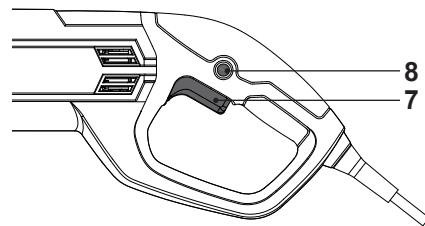

Fig. 5
- > Encienda el producto presionando el interruptor de Encendido/Apagado (7) (Fig. 5).
- > Apague el producto soltando el interruptor de Encendido/Apagado (7) (Fig. 5).
- > Encienda el producto presionando el interruptor de Encendido/Apagado (7) y manténgalo presionado (Fig. 5).
- > Presione el botón de bloqueo (8) para bloquear el interruptor de Encendido/Apagado (7) (Fig. 5).
- > Suelte el botón de bloqueo (8) y el interruptor de Encendido/Apagado (7). El interruptor de Encendido/Apagado estará ahora bloqueado para un uso en continuo.
- > Presione y suelte el interruptor de Encendido/Apagado (7) para apagar el producto.